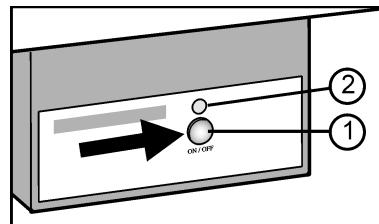

Fig. 47
► Pulse la tecla On/Off Fig. 47 (1) hasta que el LED Fig. 47 (2) se ilumine.